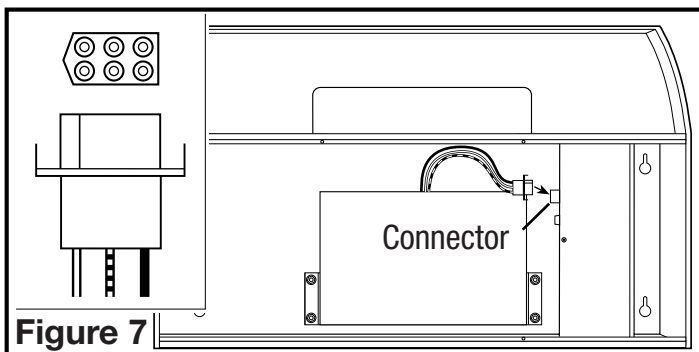

Figure 7
3. Branchez le ventilateur au connecteur approprié sur le côté du compartiment de fils. Le branchement ne pourra se faire que dans un seul sens (Figure 7).
1. Pour remplacer le fusible, tournez vers la droite le dessus de la fusible localisée à côté du fil conducteur et tirez. Remplacez avec un fusible de 125 volts, 1-1/2 ampères max. Remettez la fusible dans son emplacement (Figure 7).